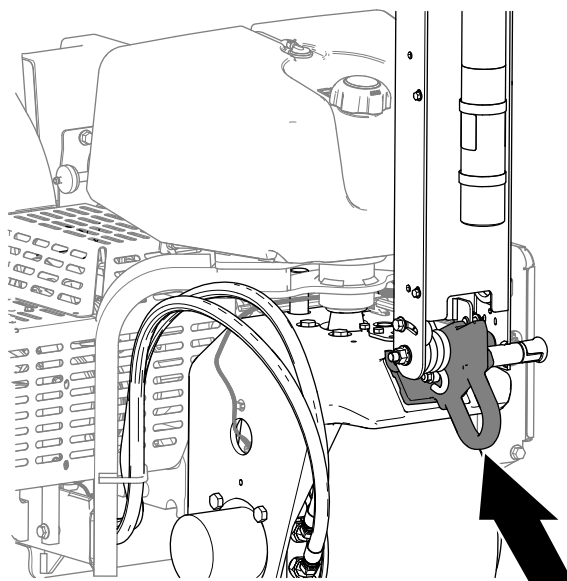

Figura 117
6. Se trainate la macchina, trainatela utilizzando il gancio anteriore (Figura 117).